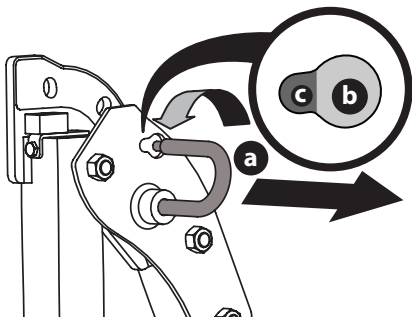

Figure 4
1. Tirez légèrement sur la partie supérieure de la SPCR pour relâcher la tension sur la goupille de verrouillage (a) et faites pivoter la goupille de verrouillage (a) de la position VERROUILLÉE (b) à la position RÉGLAGE (c) (Figure 4). Répétez la procédure pour la goupille de verrouillage du côté opposé.